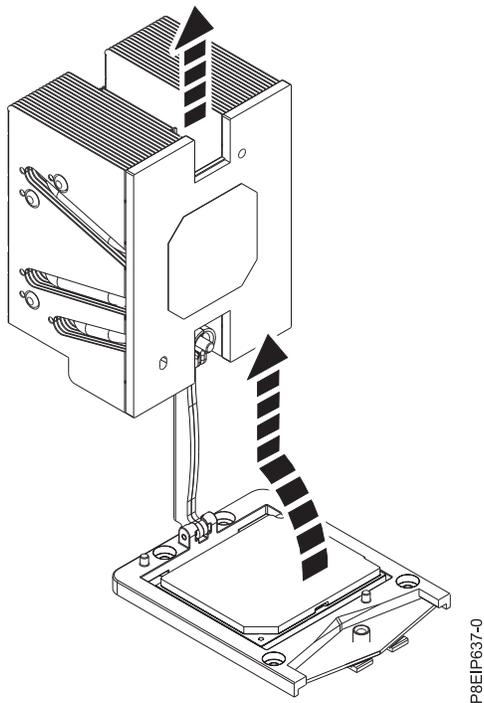

Abbildung 78. Kühlblech aus der Halteklammer heben
5. Drehen Sie das Kühlblech und heben Sie es an. Die Halteklammer wird nach oben gedreht; drehen Sie das Kühlblech und heben Sie es aus der Halteklammer. Siehe Abb. 78 auf Seite 68.